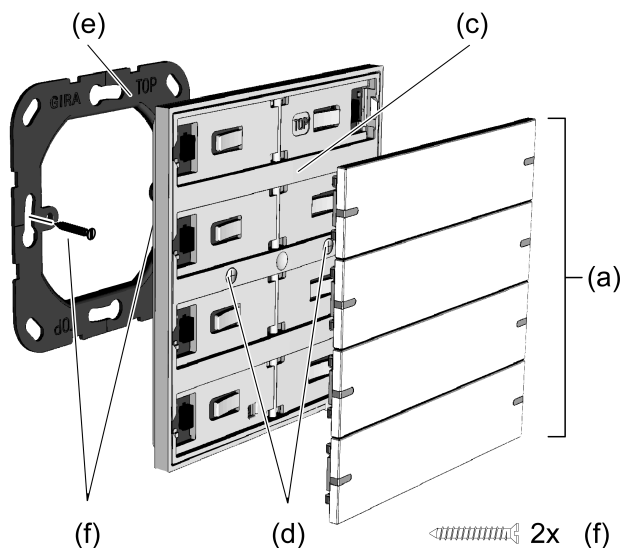
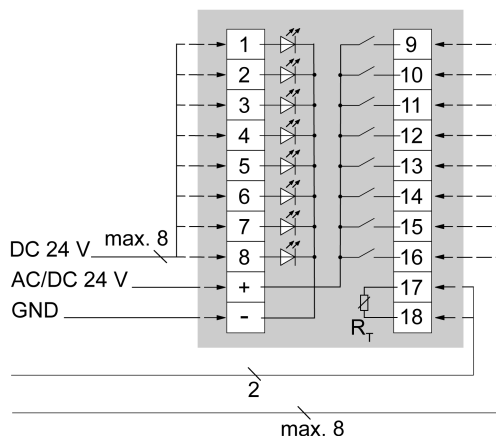

рисунок 2: Монтаж прибора
рисунок 3: Подключение 4-проводного тактильного датчика
Перспективное объемное изображение с пространственным разделением деталей (рисунок 2)
Монтаж и подключение прибора (рисунок 2), (рисунок 3)
- Подключите тактильный датчик (с) согласно (рисунок 3)